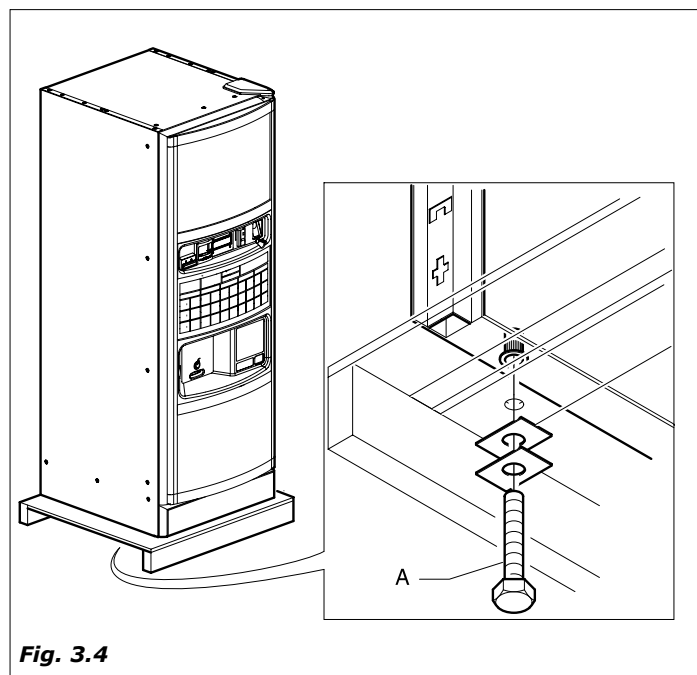

Fig. 3.4
- Desmontar las abrazaderas que sujetan el distribuidor al palé (Tornillos A). Bajar el distribuidor del palé (Fig.3.4).